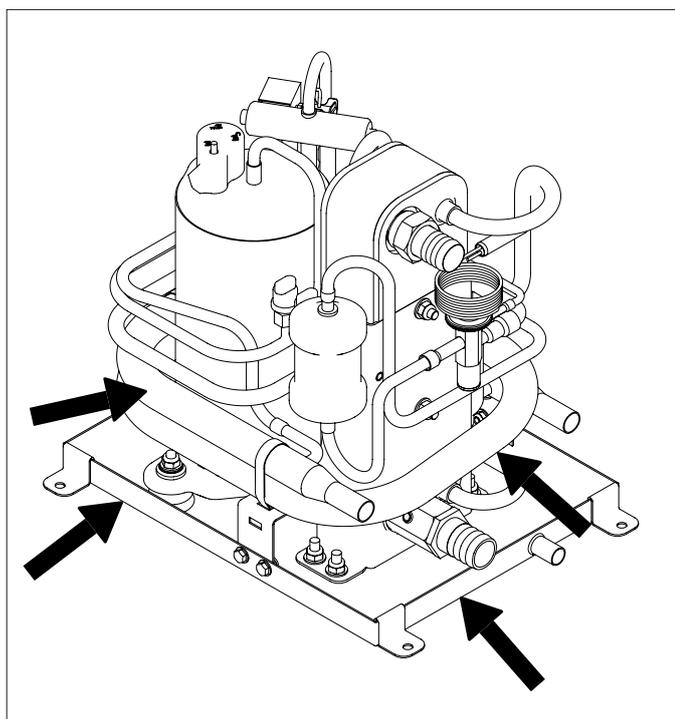

Рис. 6 Транспортировка кондиционера
- ▶ Для тяжёлых агрегатов используйте грузоподъёмные средства с такелажной оснасткой. См. Рис. 6.